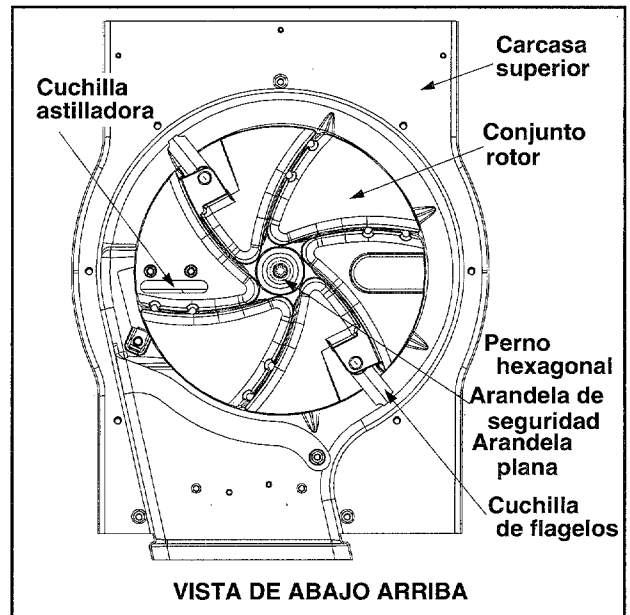

Figura 17
- Quitar el perno hexagonal, la arandela de seguridad y la arandela plana que sujetan el conjunto rotor al cigüeñal. Ver la figura 17.